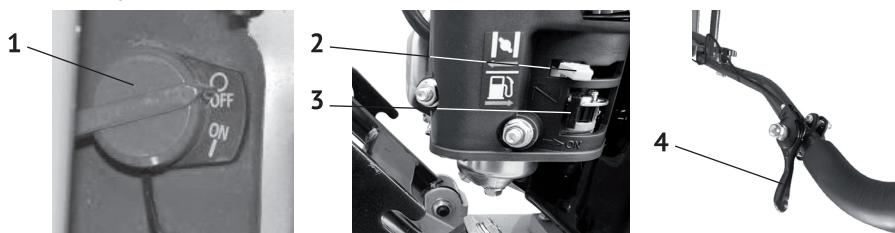

рис.4
- перевести выключатель зажигания (рис.4 поз.1) в положение „ON“ – включено;
- открыть топливный кран (рис.4 поз.3) – крайнее правое положение – «ON»;
- установить рычаг управления воздушной заслонкой (рис.4 поз.2) в положение -“закрыто“ при пуске холодного двигателя, или в промежуточное положение при прогретом двигателе;
- рычаг (рис.4 поз.4) дроссельной заслонки (рычаг газа) должен находиться в положении холостого хода;
- перевести рычаг газа (рис.4 поз.4) в положение холостого хода;
- выключатель зажигания (рис.4 поз.1) поставить в положение „OFF“ – выключено;